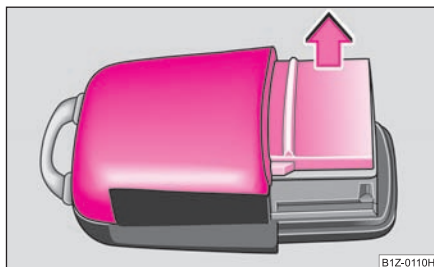

Fig. 30 Tapa de la carcasa del emisor
- Retire la tapa de la carcasa de la emisora ⇒ fig. 30 en la dirección de la flecha.